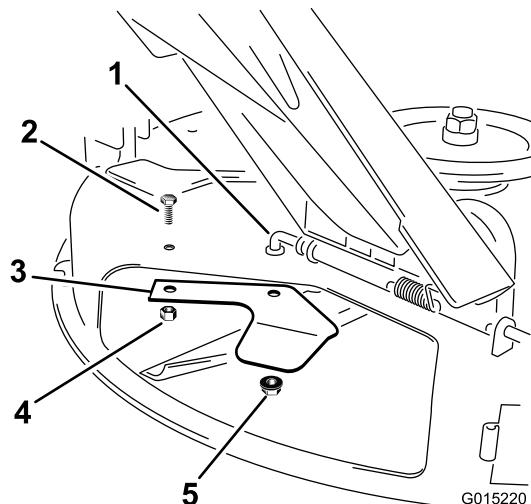

Figura 20
2. Retire las contratuerca y el perno que sujetan la chapa deflectora a la parte inferior de la carcasa (Figura 20). Guarde todas las fijaciones.